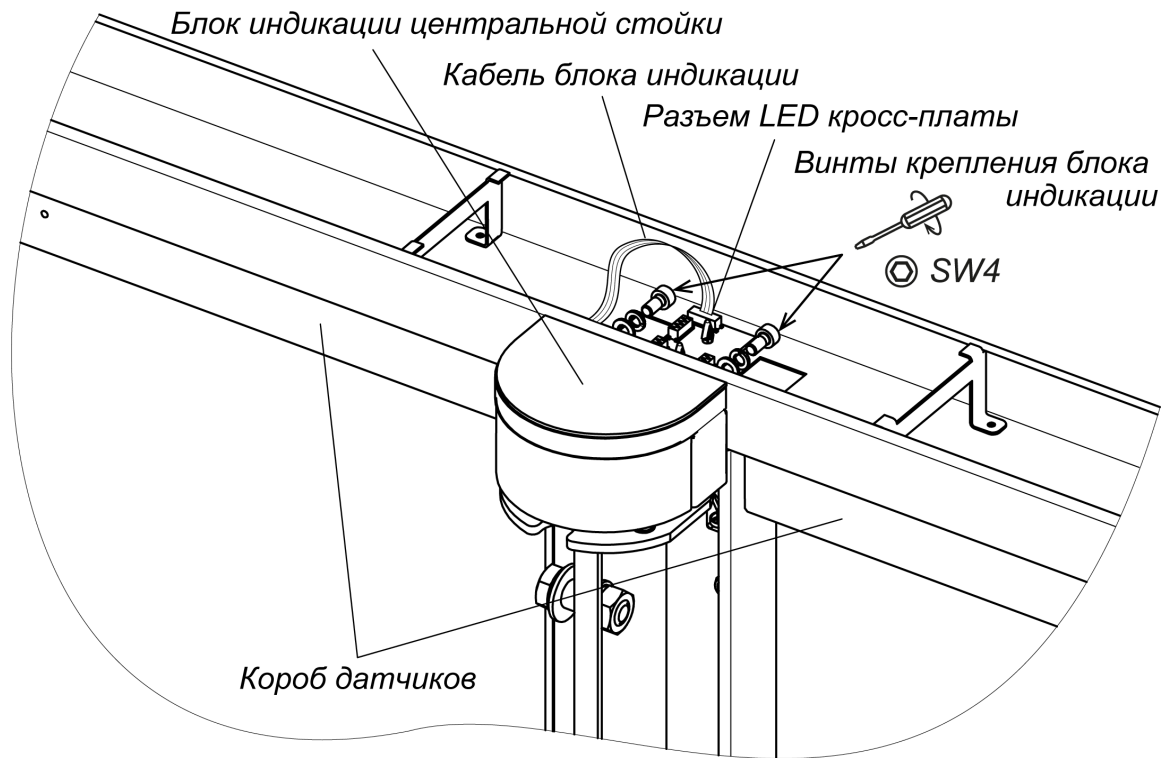
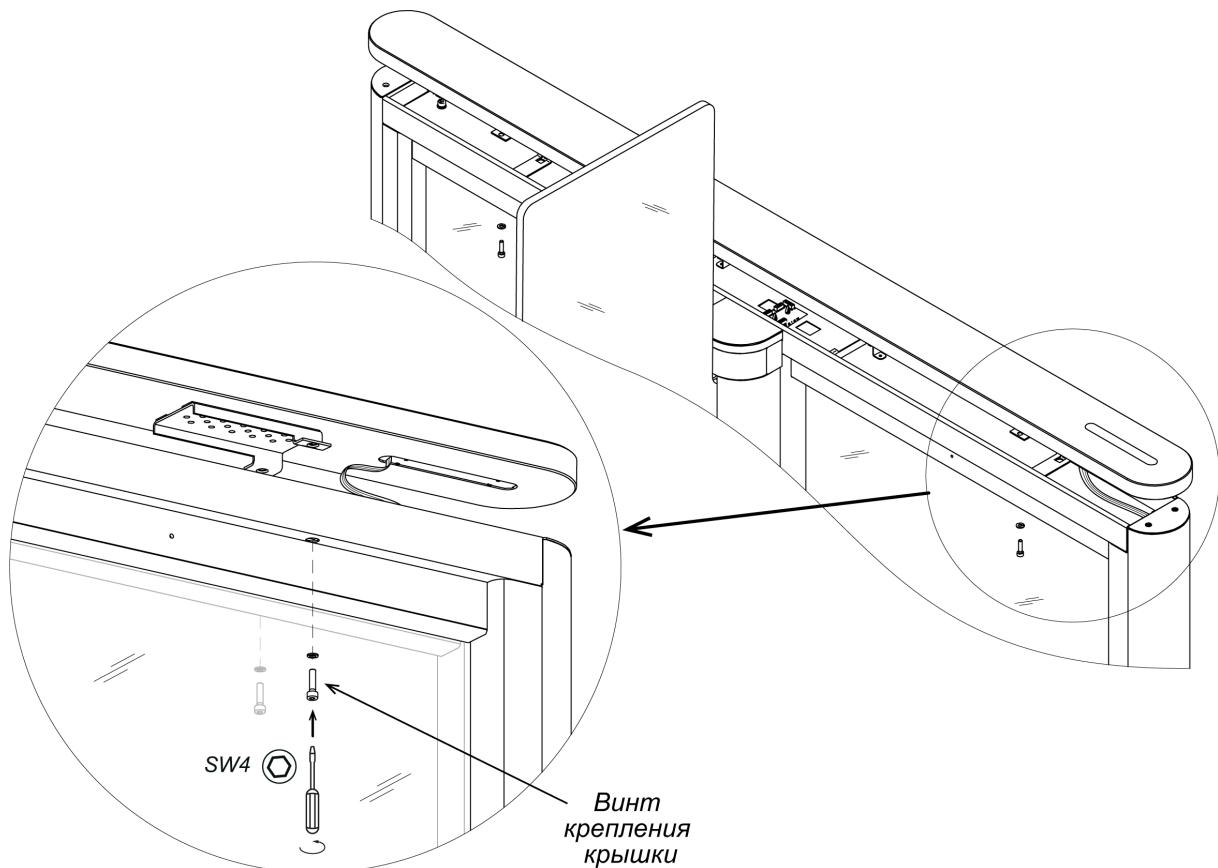

Рисунок 22. Монтаж блока индикации центральной стойки
Рисунок 23. Монтаж верхней крышки турникета
25. Установите блоки индикации центральных стоек (5) (см. рис. 22, разд. 8.8.5) (взять в комплекте принадлежностей).
Для установки блока индикации центральной стойки (5) (см. рис. 22):
3. Установите блок индикации на площадку, расположенную над поворотной опорой створки, и при помощи шестигранного ключа SW4 зафиксируйте его на верхнем коробе стойки (7), используя два винта M5×10 с плоскими и пружинными шайбами из комплекта поставки.
Снятие блока индикации центральной стойки производится в обратном порядке. Перед этим необходимо демонтировать с секции турникета верхнюю крышку секции (6) (см. разд. 8.8.6, рис. 23).
Порядок монтажа верхних крышек секций (рис. 23):